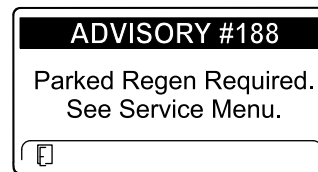

Bild 45
- Eine geparkte Regenerierung ist erforderlich, ADVISORY #188 (Bild 45)